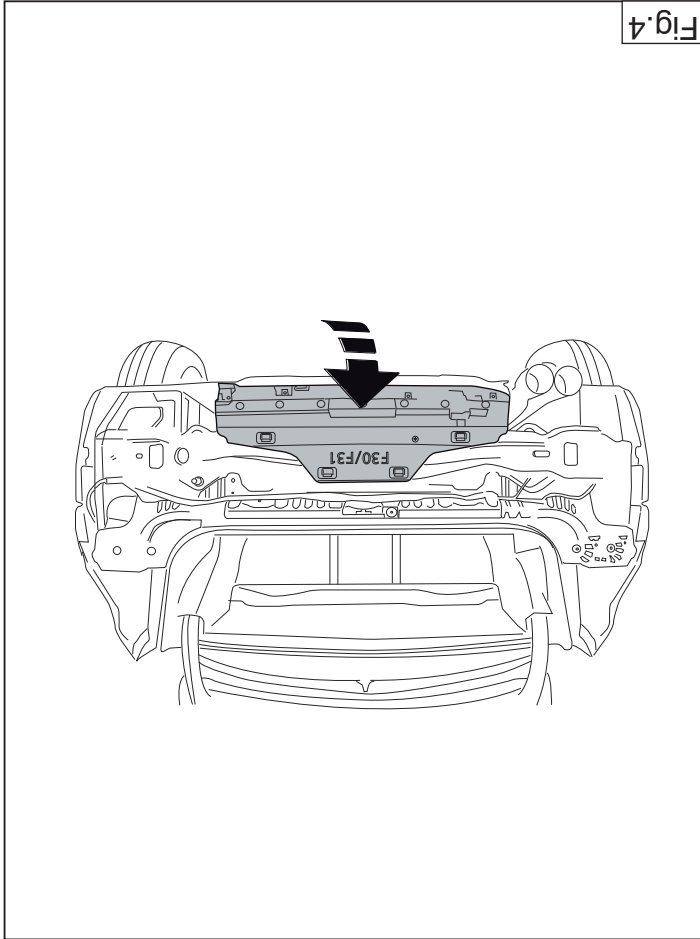

Fig.4
8. Attach the plastic cap to the crossbeam of the tow bar at the points B. See figure 4.
8. Montieren Sie die Kunststoffkappe am Querträger der Anhängerkupplung an den Punkten B. Siehe Abbildung 4.
- Monter le capuchon en plastique au niveau de la barre perpendiculaire de l'attache-remorque, sur les points B. Voir la figure 4.